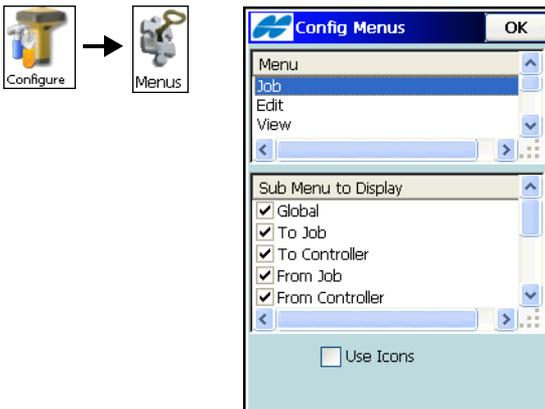

Abbildung 4-100. Menüoptionen
2. Wählen Sie im Fenster *Optionen* (Abbildung 4-100) das gewünschte Menü in der Liste und legen Sie dann unter **Untermenü anzeigen** fest, welche Optionen angezeigt werden sollen.